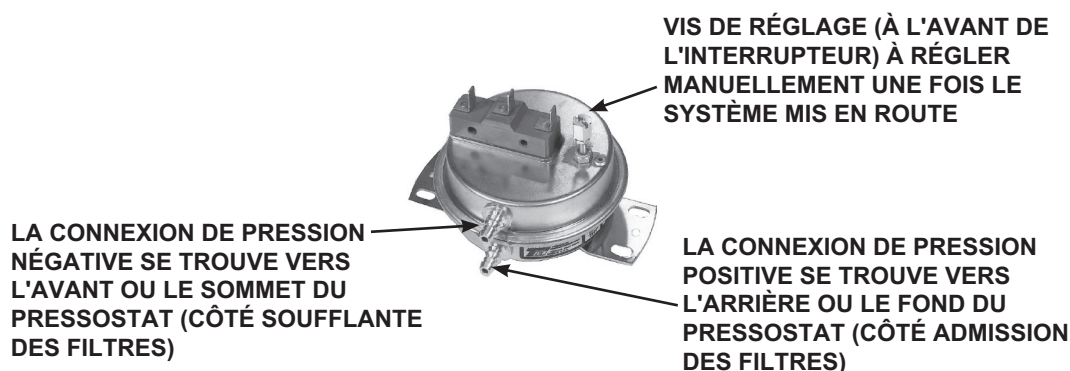

Figure 26. Interrupteur de pression de filtre
1. Installez un filtre propre, fermez les portes du souffleur et mettez le souffleur en fonctionnement. Baissez le réglage de la pression en tournant la vis régulatrice de l'interrupteur (voir **Figure 26**) dans le sens horaire, jusqu'à ce que le témoin s'allume ou que la vis atteigne sa limite.